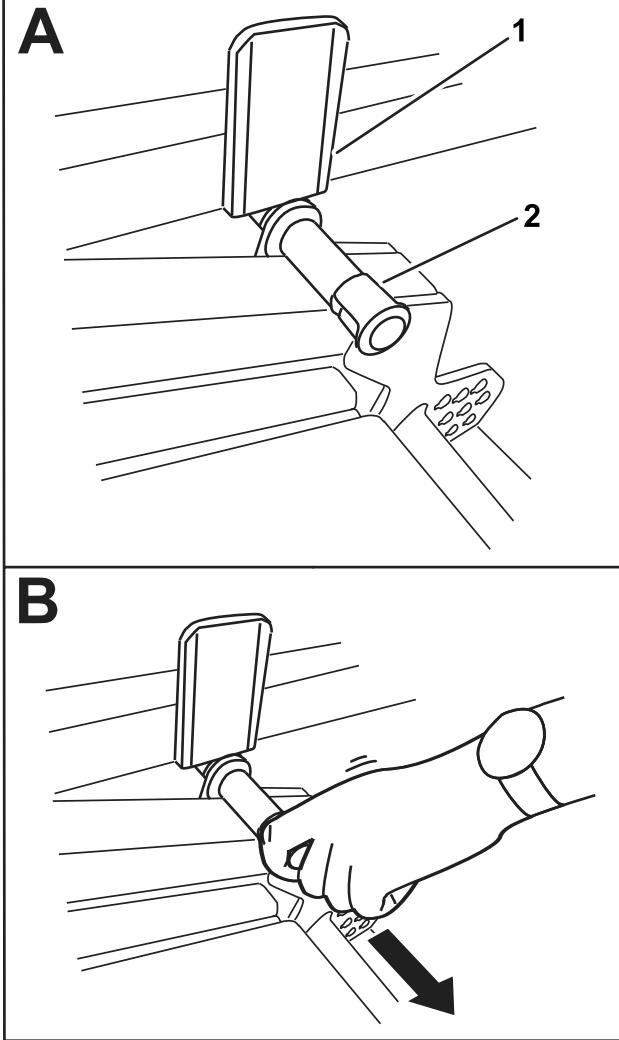

Figura 42
2. Rotiți încet unitatea de tăiere în jos până când tifțul intră în contact cu placă braului de ridicare (A din Figura 42).
3. Apăsați în jos unitatea de tăiere cu piciorul, apoi scoateți tifțul (B din Figura 42) pentru a o lăsa să se auze în poziția de TRANSPORT.